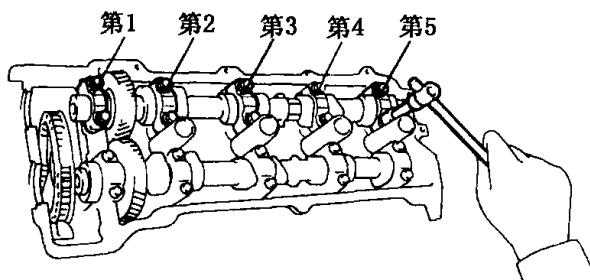

图1-1-4 拆下轴承盖
④见图1-1-4，均匀的松开第1、2、3、5号轴承盖螺栓，并拆下轴承盖。注意：在这一步切不可松开第4号轴承盖螺栓。